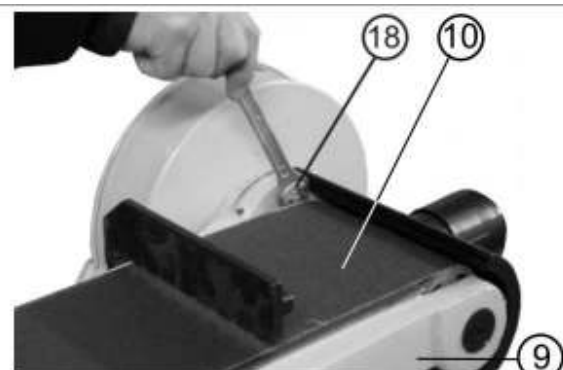

Рис.8
Ослабьте две гайки (18), как показано на Рис.8 (одна гайка находится снизу) и поднимите стол шлифовальной ленты (9) до вертикального положения, затем затяните гайки (18).
Когда стол шлифовальной ленты (9), Рис.8, поднят, можно переместить рабочий стол (3), Рис.7 и установить его перед шлифовальной лентой (10), Рис.8. Выполните следующее: ослабьте болты (15), Рис.5, и переставьте рабочий стол (3), затем затяните фиксирующие болты (15), Рис.5, оставив минимальный зазор между шлифовальной лентой (10) и боковой поверхностью рабочего стола (3), Рис.11.